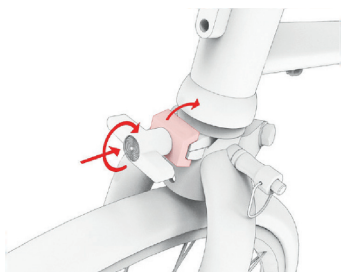

Abb. 1.10
- 9 Bringen Sie die Sicherung (rot) der faltbaren Vordergabel nun in waagrechte Position und schließen Sie die Sicherung mit der Flügelmutter fest (Abb. 1.10)